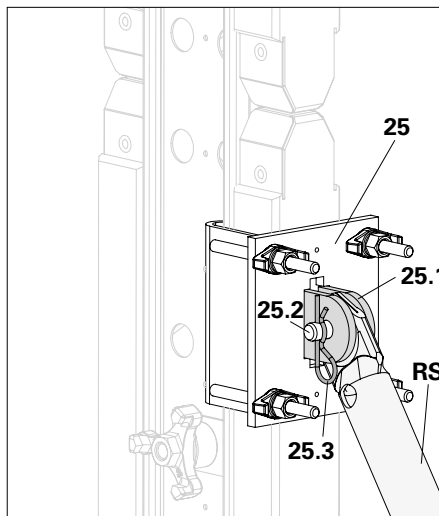

Fig. A6.06
- Connecter la fixation rapide sur poutrelle (25) aux aboutages des deux supports de platelage : connecter l'étau tirant-poussant (RS) aux cosses de connexion (25.1) à l'aide des boulons (25.2) et des goupilles de sécurité (25.3). (Fig. A6.06)